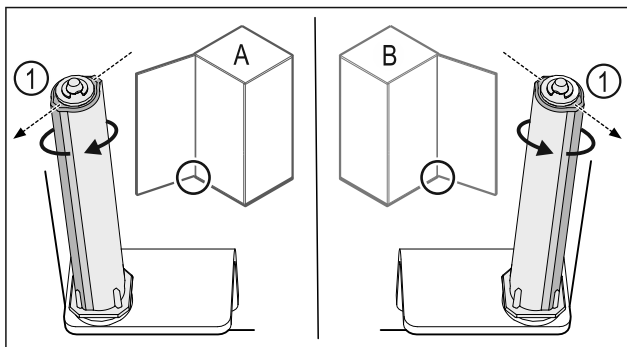

Fig. 28 Bal oldali ütköző (A) / Jobb oldali ütköző (B)
- Forgassa el a zárrendszert az ellenállással szemben, amíg a zárrendszer Fig. 28 (1) támasztója kifelé nem mutat.